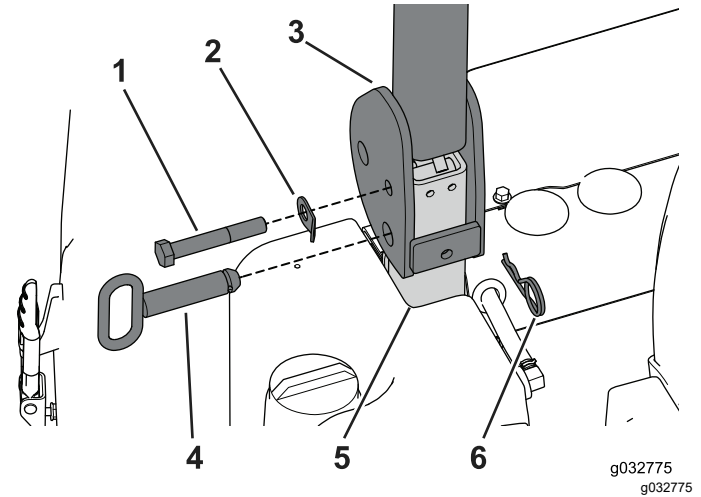

Figura 46
2. Retire las chavetas y los pasadores de bloqueo del giro de la barra antivuelco y aparte las chavetas (Figura 46).